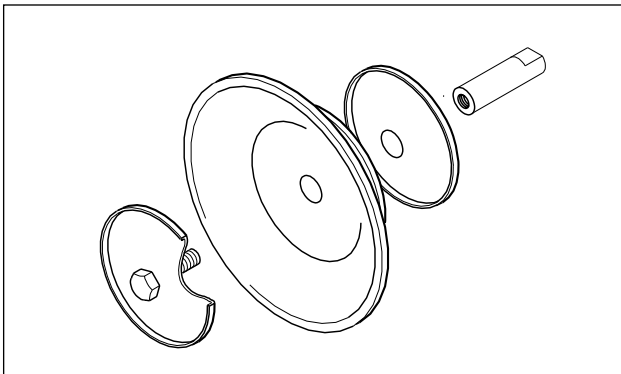

Fig. 13: Montaggio dei diaframmi con disco interno ed esterno
- Le pompe DL 40, 50 e 80 con diaframma PTFE hanno un disco interno più spesso per la riduzione e lo spostamento della corsa. In caso di passaggio successivo ai diaframmi PTFE è necessario utilizzare i relativi dischi (Fig. 13).